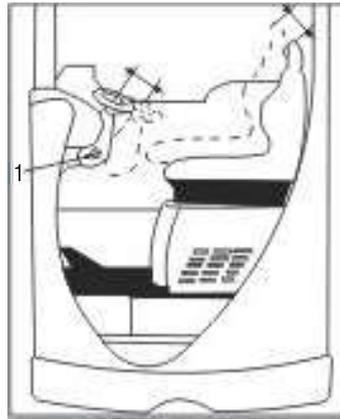

Fig. 2.9-2
Desapertar o parafuso de fixação (*Fig. 2.9-2; item 1*), girar a direção à posição desejada, re-apertar bem o parafuso. Comprovar a boa fixação.